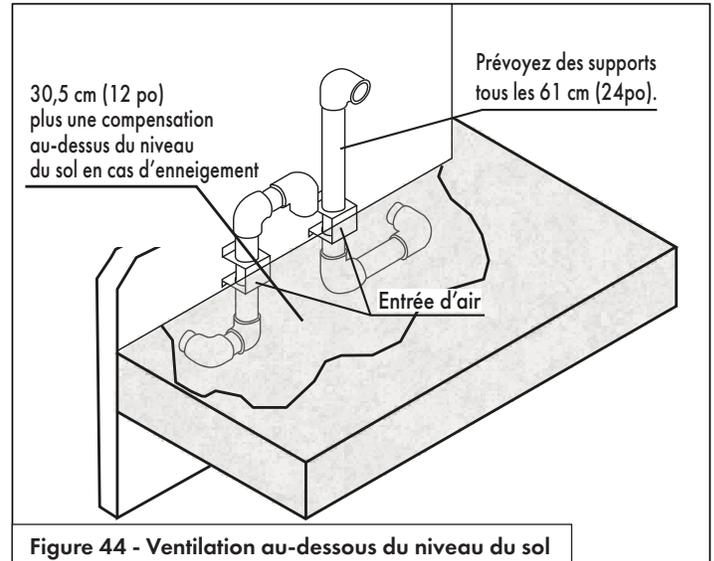

Figure 44 - Ventilation au-dessous du niveau du sol
1. Creusez le site jusqu'au niveau des conduits, comme illustré à la Figure 44.